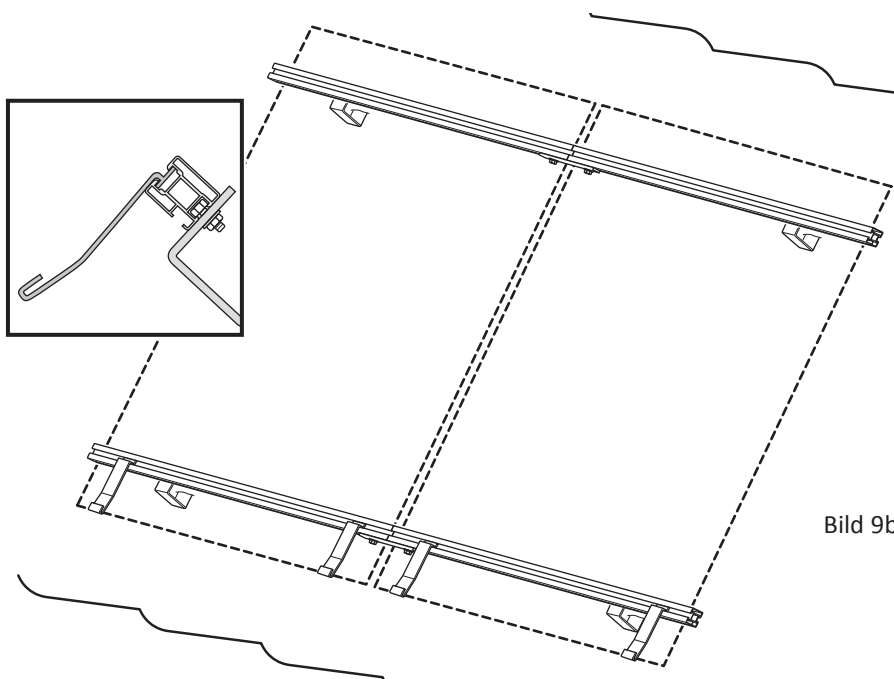

Bild 9b
- Einhängeprofile wie in Bild 9b dargestellt in die untere Montagewiseite einhängen.